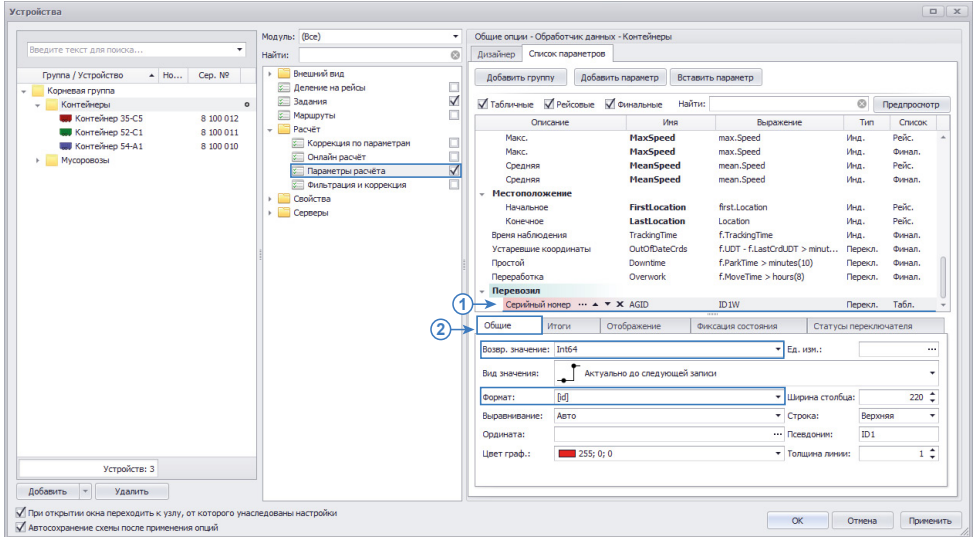

Рис.8. Параметр для получения номера контроллера «АвтоГРАФ» из записей метки.
- перейти в меню «Устройства», в раздел «Расчет – Параметры расчета» настраиваемой метки (Рис.8);
- в список параметров настраиваемой метки добавить новый параметр со следующими настройками – (Рис.8, п.1);
- на вкладке «Общие» выбрать «Возвращаемое значение» – Int64 и «Формат» – [id] (Рис.8, п.2);
На основе созданного параметра можно составить отчет по каждой перевозке контейнера в Модуле просмотра отрезков. Для этого необходимо перейти в меню «Опции» в раздел настроек «Отрезки» и добавить новую вкладку, например «Перевозка» (**Рис.11**). Далее в качестве фильтра выбрать настройку «Параметр», в поле «Группа / параметр» указать имя ранее созданного параметра, в котором хранится номер контроллера «АвтоГРАФ» (**Рис.8, п.1**). Параметр обязательно должен иметь тип «Переключатель».